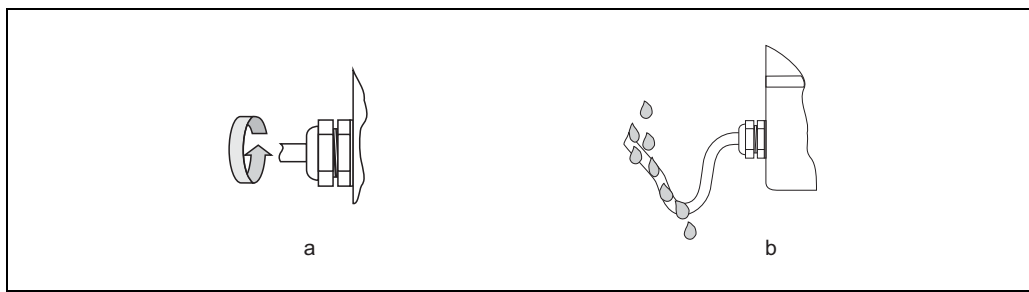

Fig. 23: Conseils de montage pour les entrées de câble
- Les entrées de câble doivent être bien serrées (point **a** → fig. 23).
- Devant l'entrée de câble ce dernier doit être posé en boucle ("poche d'eau") (point **b** → fig. 23). L'humidité éventuelle ne pourra ainsi pas pénétrer via la traversée.